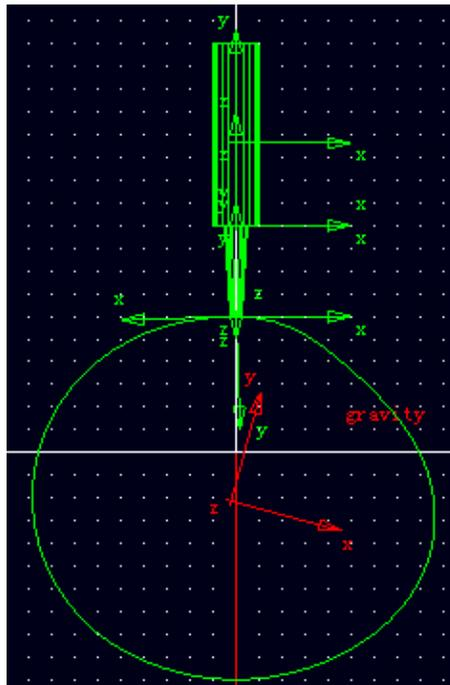

图 5-2 创建截锥体
5.2 在 ADAMS/View 中零件库中选择截锥体图标，参数选择 **Add to Part**，其他参数 (**Length**、**Bottom Radius**、**Top Radius**) 可以不选择。在 ADAMS/View 工作窗口中先用鼠标左键点击圆柱体 (**PART_10**)，接着选择圆柱体底面上的 **Marker** 点 (**PART_10.MARKER_12**)，然后选择凸轮 (闭合样条曲线) 上的 **Marker** 点 (**PART_5.MARKER_10**)。一个截锥体创建出来，并且和圆柱体固结在一起。如图 5-2 所示。